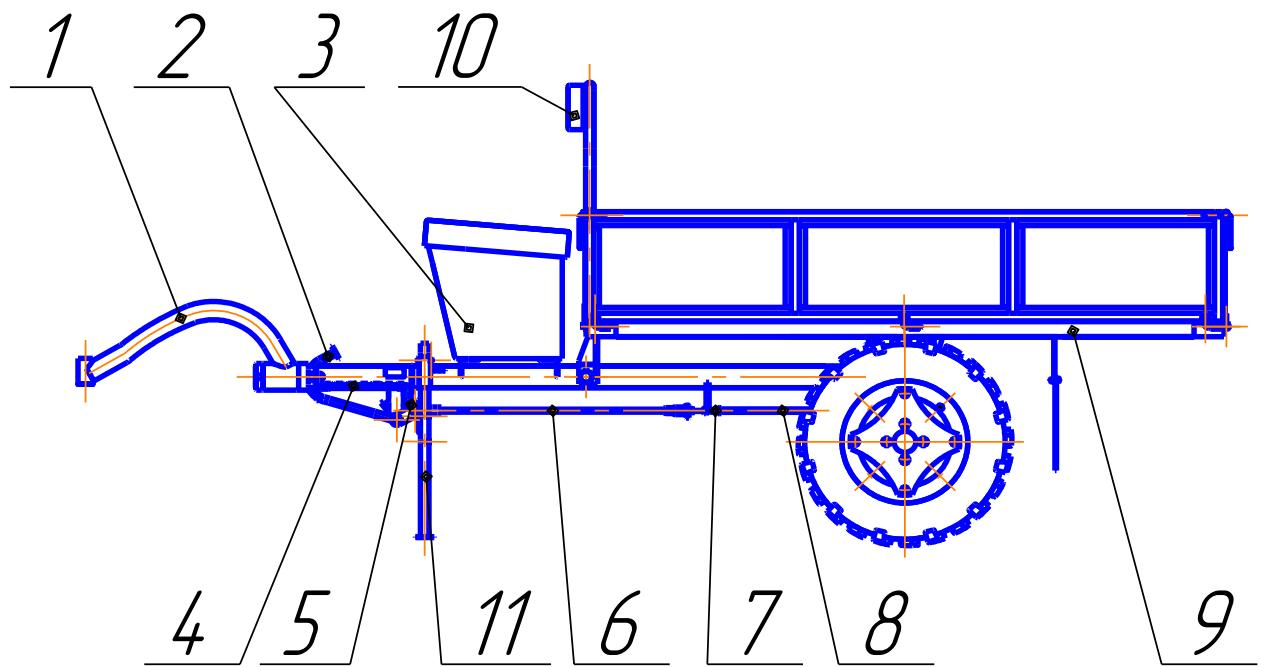

Рисунок 1 – Прицеп мотоблочный ПМ
4.3 При стоянке на подъеме или уклоне винт 5 стояночного тормоза (рисунок 1) должен быть затянут до упора, а под колеса прицепа должны быть подложены противооткатные упоры.
Для проверки привода тормозов необходимо затянуть винт 5 (рисунок 1) стояночного тормоза. Тормоз должен срабатывать и удерживать полностью груженый прицеп на уклоне до 18%. Если при затянутом винтом 5 рычаге тормоза колеса тормоза не блокируются, необходимо отрегулировать натяжение троса 8 регулировочными винтами 7 оболочки и натяжителем 6.